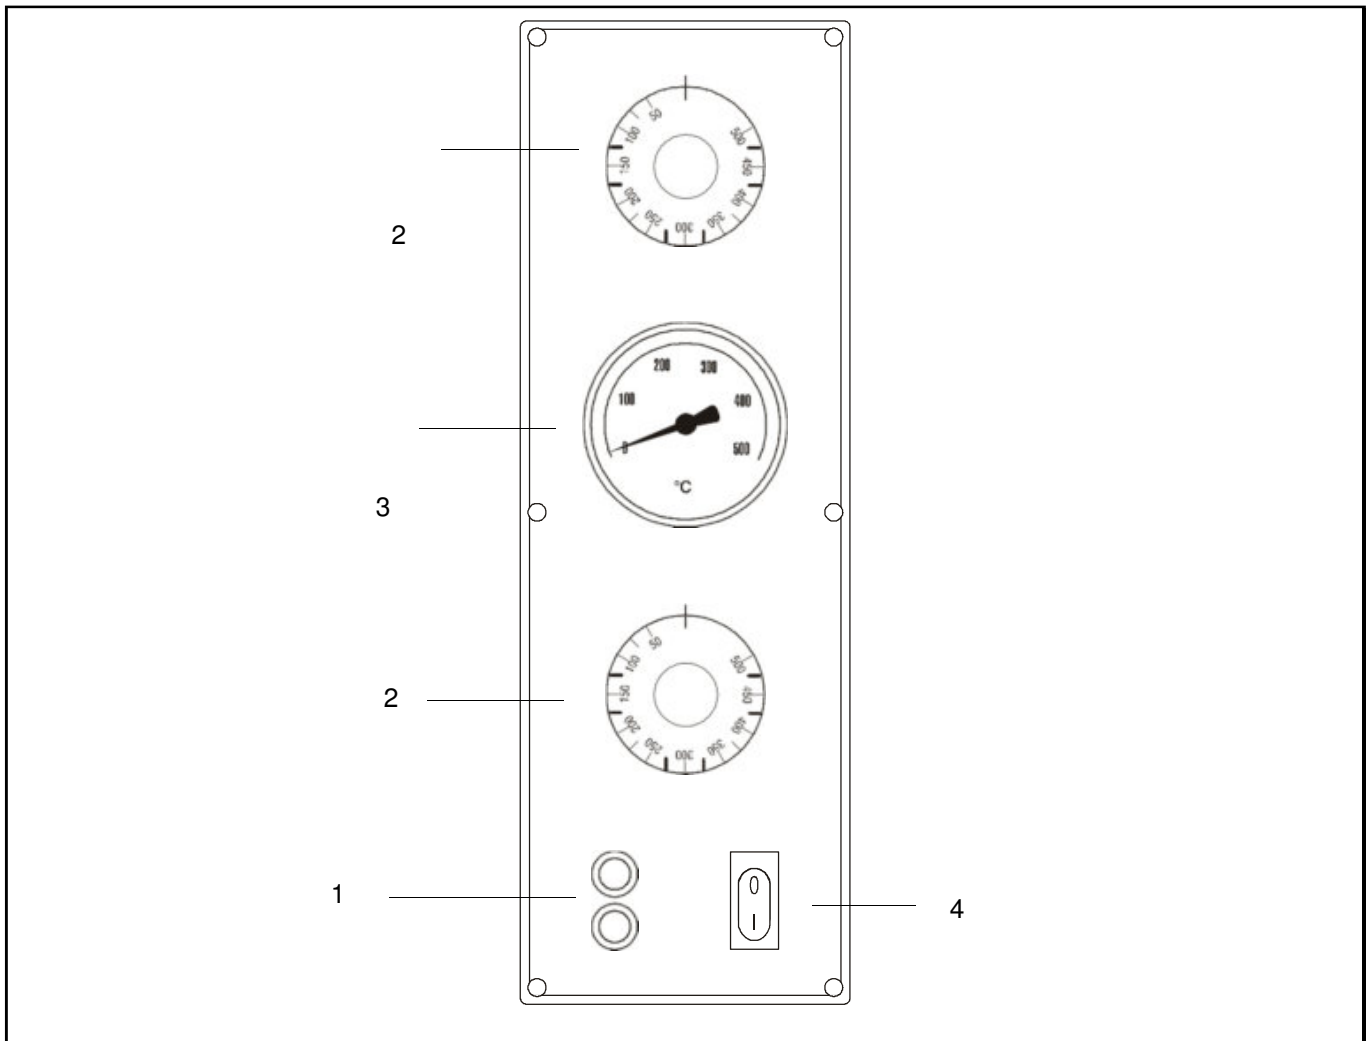

РИС.7 (Панель контроля)
Панель контроля, расположенная спереди, показана на **РИС.7**.
ПОЯСНЕНИЯ К РИС.7
- 3) Активируйте резисторы, установив терморегуляторы (**РИС. 7 - №2**) на температуру **150 °C**, обозначенную на ручке. Загорится зеленый индикатор, сигнализирующий о том, что резисторы активированы;
- 5) Отключите резисторы, переведя терморегуляторы (**РИС. 7 - №2**) в **позицию «0»**.
- 7) Снова закройте дверцу и повторите действия, описанные в п.3, установив терморегуляторы (**РИС. 7 - №2**) на температуру **400°C**, обозначенную на ручке;
- 9) Отключите резисторы, переведя терморегуляторы (**РИС. 7 - №2**) в **позицию «0»**.
- 3) Активируйте резисторы, настроив терморегуляторы (**РИС. 7 - №2**) на желаемую температуру, указанную на ручке. Загорится соответствующий зеленый индикатор, свидетельствующий о работе резисторов;
- 4) Как только температура в печи достигла желаемого уровня (см. п.9 данного раздела), отображаемого на термометре (**РИС. 7 - №4**), можно загружать пиццу;
- 6) Для того, чтобы включить внутреннюю подсветку камеры, нажмите переключатель освещения печи (**РИС. 7 - №5**);
- 1) Отключите печь, переведя выключатели терморегуляторов (**РИС. 7 - №2**) и резисторов (**РИС. 7 - №3**) в позицию «0».